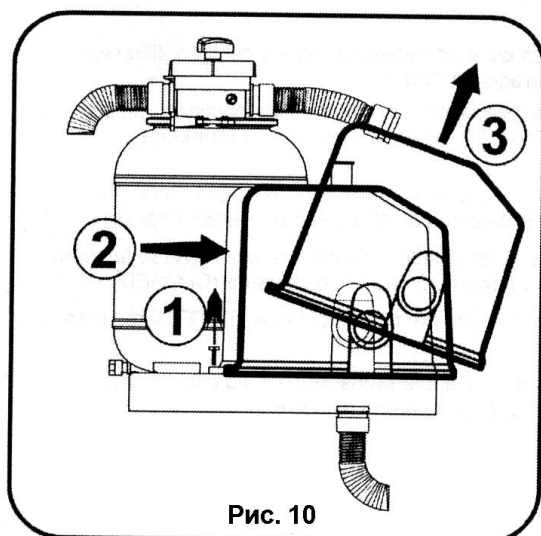

Рис. 10
- Отверните два винта, которыми крепится корпус фильтра, и снимите корпус фильтра (рис. 10).